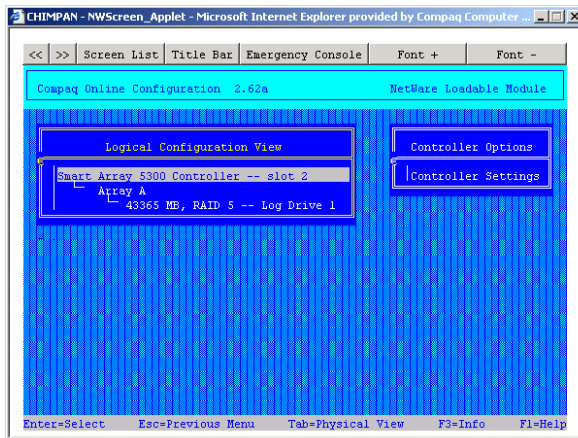

Figura 7-22: Schermata principale di configurazione manuale
- Se sul controller sono presenti delle unità logiche, viene visualizzata la schermata di configurazione manuale (Figura 7-22).